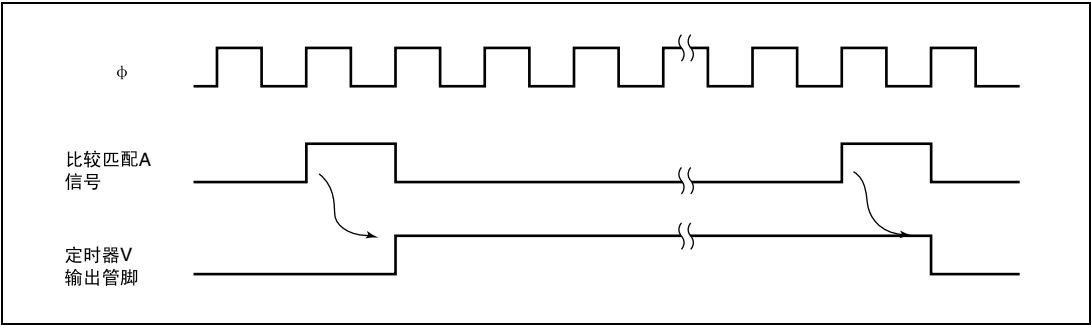

图 10.6 TMOV 输出时序
4. 当发生比较匹配A或B时, 由TCSRv的OS3~OS0选择的输出值从TMOV管脚输出。通过比较匹配A信号进行交替输出时的输出时序如图10.6所示。